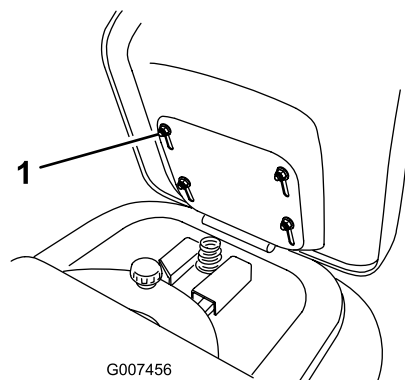

Figura 6
1. Sollevate il sedile e allentate i 4 bulloni (Figura 6).